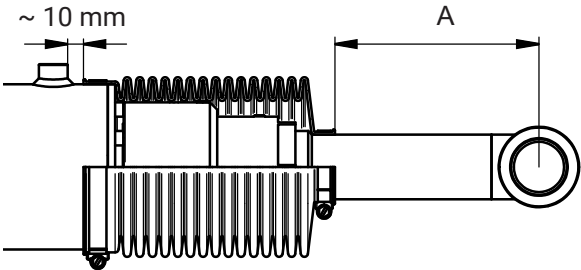

Imagen 33. Montaje de protectores
11. Montar los protectores de los cilindros. Imagen 33.